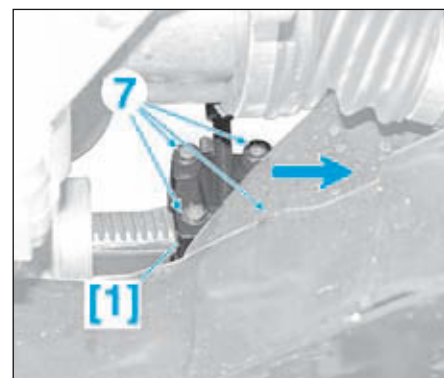

FIG.14
- Positionner l'outil [1] le plus près possible de la biellette de direction (Fig.14).
- Serrer les vis (7).